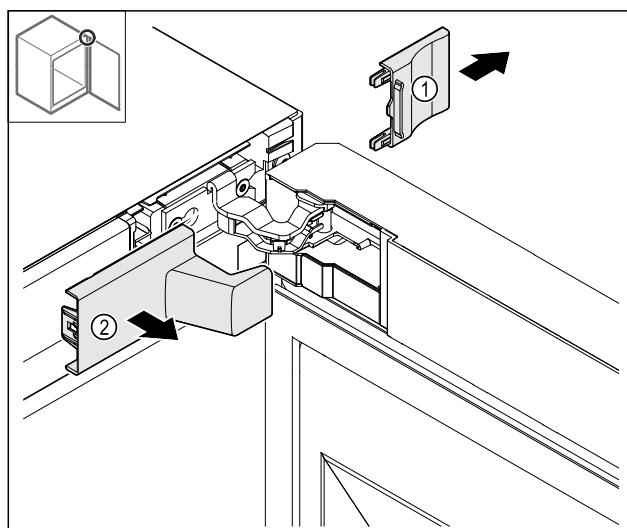

Fig. 15
▶ 移除盖板 Fig. 15 (1)和 Fig. 15 (2)。